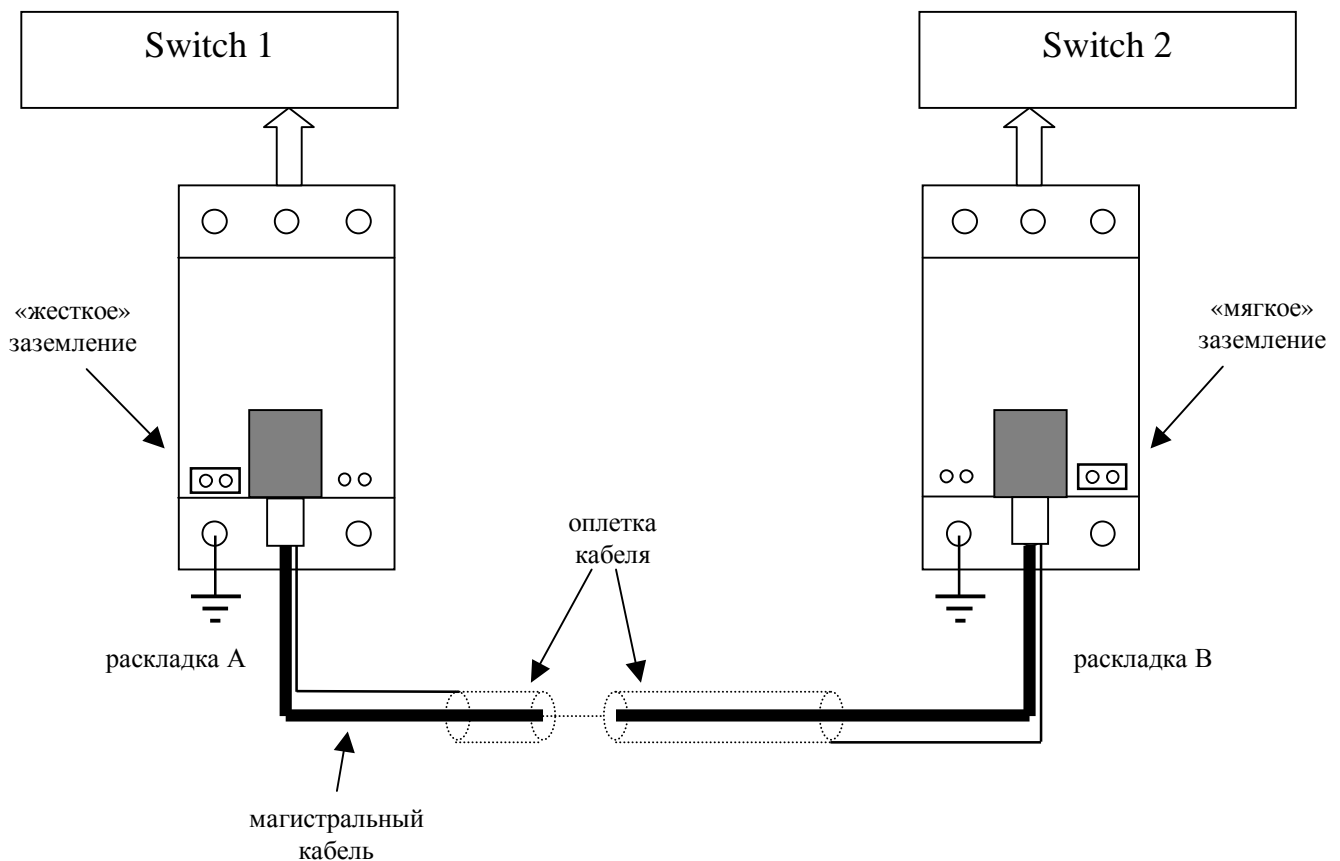

рис. 4
3. При выполнении наружной проводки экранированным кабелем один конец оплетки кабеля заземляется жестко (установлена перемычка JP1), а на втором конце используется «мягкое» заземление (установлена перемычка JP2). Если в кабеле остаются незадействованные проводники (обычно это бывает при использовании 4-х парного кабеля FTP или SFTP), ни в коем случае нельзя оставлять их куда-то не подключенными, поэтому они заземляются вместе с оплеткой. Вариант подключения проводов при магистральной прокладке показан на рис. 4.